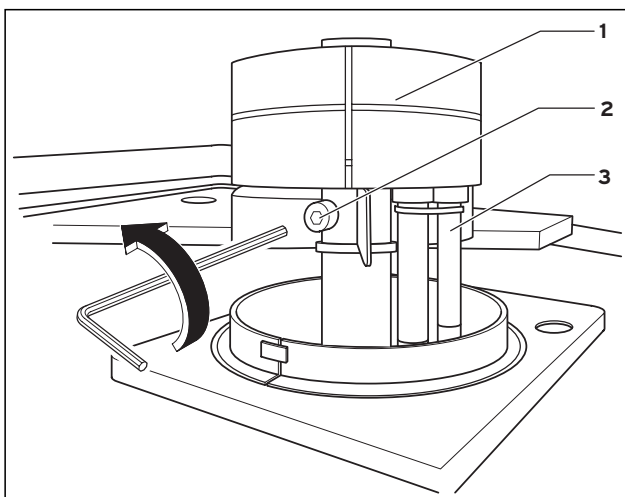

Abb. 7.11 Mischeinrichtung abziehen
Achten Sie bei der Montage der Mischeinrichtung auf den vorhandenen Abstandsring (5) (Abb. 7.11). Der Abstandsring definiert den richtigen Abstand zwischen Öl- und Luftdüse.